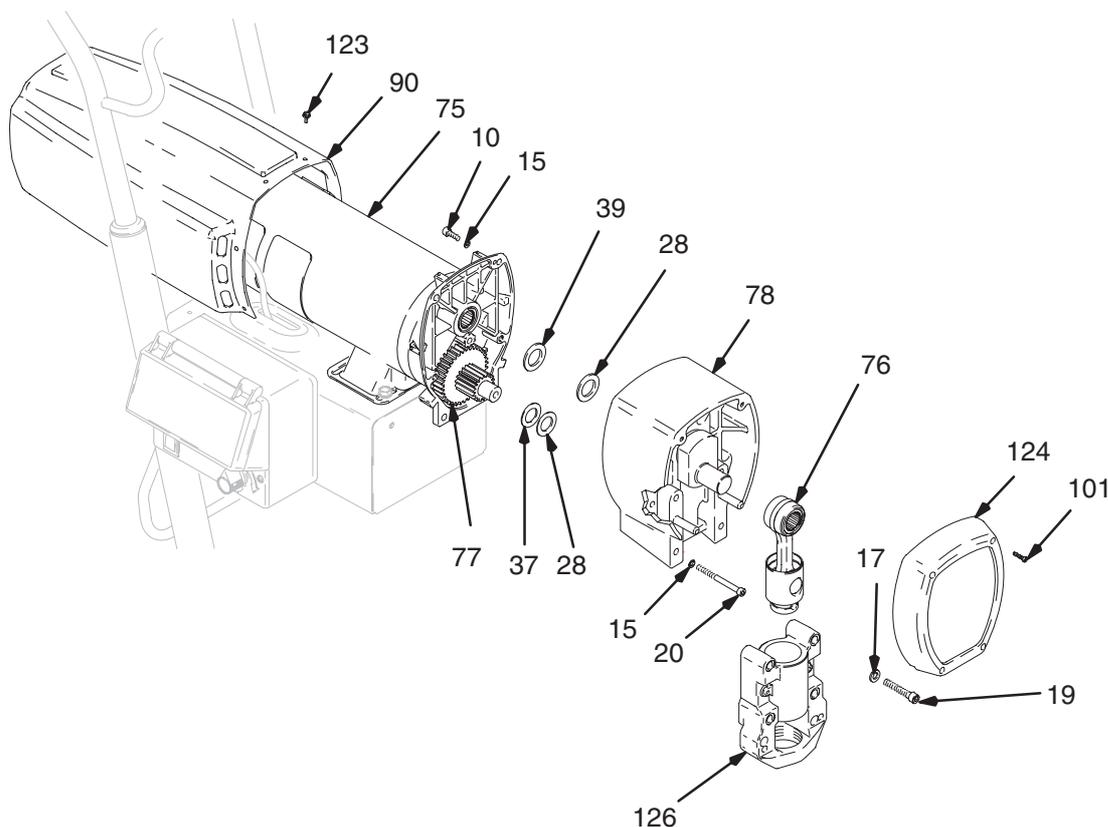

Abb. 7
- Pumpe (79) ausbauen; **Austausch der Unterpumpe**, Seite 21.
- Abb. 7. Die sechs Schrauben (123) und die Motorabdeckung (90) entfernen.
- Die vier Schrauben (10) und Scheiben (15) entfernen.
- Die vier Schrauben (101) und die vordere Abdeckung (124) entfernen.
- Die vier Schrauben (19) und Scheiben (17) und das Lagergehäuse (126) aus dem Getriebegehäuse (78) entfernen.
- Die zwei Schrauben (20) und Scheiben (15) entfernen und das Getriebegehäuse (78) vom Motor (75) abziehen.
- Abb. 7. Großzügig Fett auf die Scheiben (28, 37, 39, 40), alle Zahnräder und den Innenraum des Getriebegehäuses (78) auftragen.
- Das Getriebegehäuse (78) auf den Motor (75) drücken und mit zwei Scheiben (15) und Schrauben (20) installieren.
- Das Lagergehäuse (126) mit vier Schrauben (19) und Scheiben (17) am Getriebegehäuse (78) installieren.
- Die vordere Abdeckung (124) und die vier Schrauben (101) installieren.
- Die Scheiben (15) und vier Schrauben (10) installieren.
- Motorabdeckung (90) mit sechs Schrauben (123) installieren.
- Pumpe (79) einbauen; **Austausch der Unterpumpe**, Seite 21.